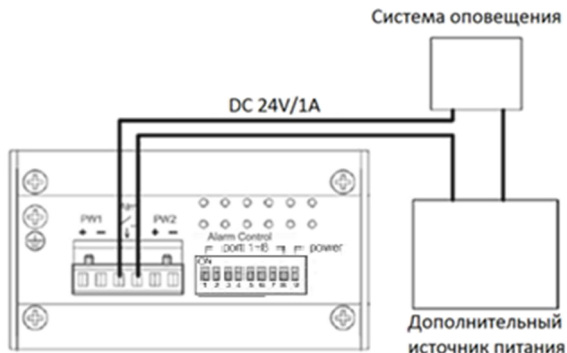

Рис.11 Схема подключения системы оповещения.
Коммутатор SW-200800/IB имеет релейный выход типа сухой контакт (NO) для подключения системы оповещения при отключении одного из источников питания или разрыве Ethernet-соединения. Релейный выход поддерживает управление исполнительными устройствами (сирена, светодиодное табло и т.д.) с потребляемой мощностью не более 24 Вт. Если релейный выход подключен к источнику питания с напряжением DC24V, то выходной ток будет составлять не более 1 А (Рис.11).